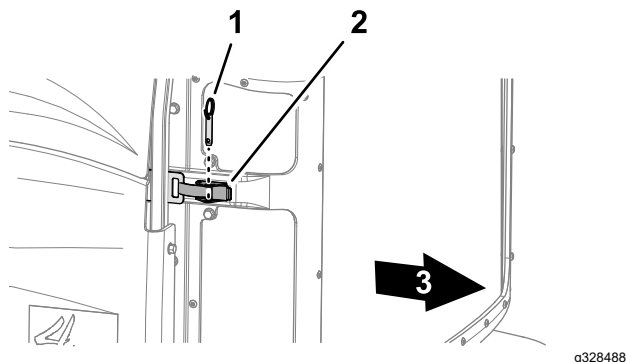

Figura 68
2. Rimuovete il perno a sfera dal fermo della griglia (Figura 68).